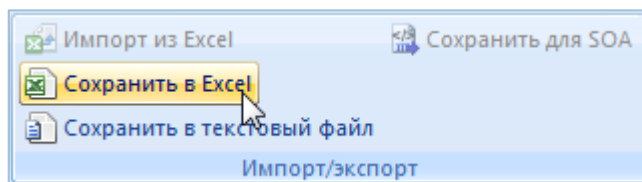

Рис. 29-11 – Сохранение данных рабочего окна в формате Excel
- 2) Нажать кнопку «Сохранить в Excel» панели «Импорт/экспорт» (рис. 29-11).